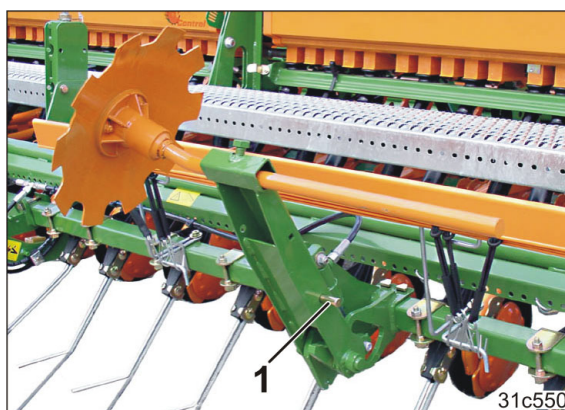

Fig. 211
1. Segurar o porta discos de sulcar, remover a cavilha (Fig. 211/1) e girar o porta discos de sulcar para baixo.